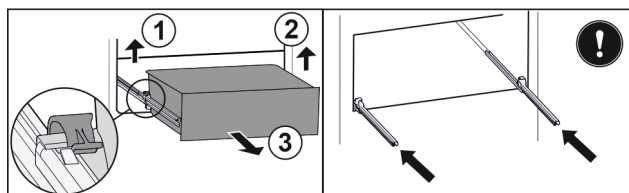

Fig. 201
- ▶ 提起左侧夹子，同时将抽屉左侧向前拉。 Fig. 201 (1)
- ▶ 提起右侧夹子，同时将抽屉右侧向前拉。 Fig. 201 (2)
- ▶ 朝前取出抽屉。 Fig. 201 (3)